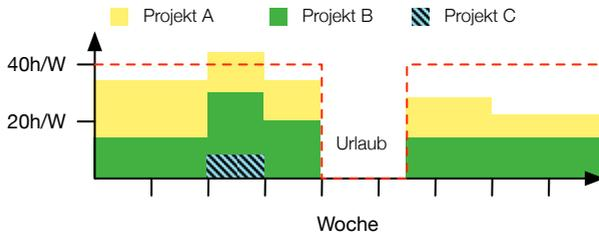

Abbildung 6.5: Geplante Auslastung von Ressourcen über der Zeit, graphisch
- graphische Darstellung der Ressourcenauslastung über der Zeit, siehe Abb. 6.5